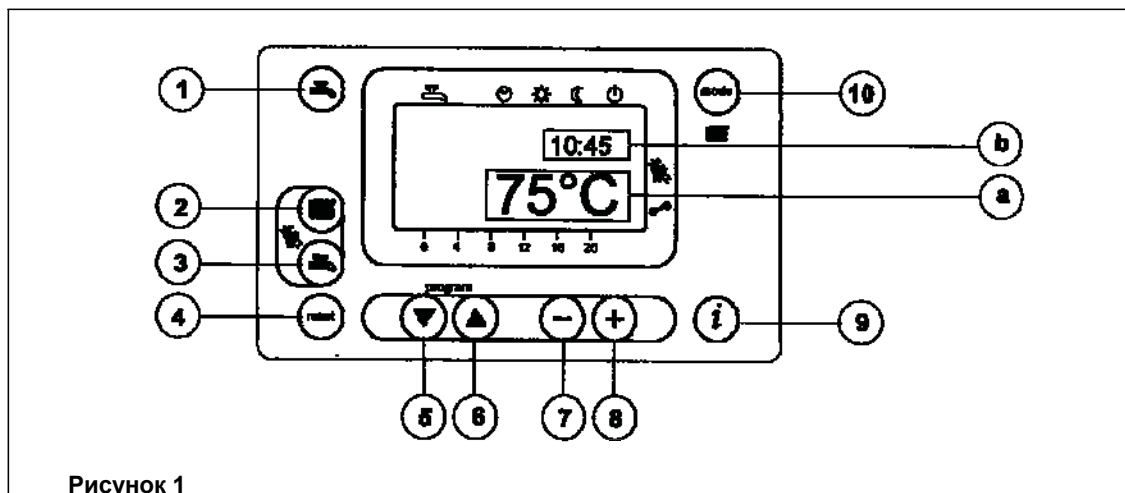

Рисунок 1
- Для установки значения температуры воды системы отопления нажмите кнопку  (поз. 2, Рис. 1);
- нажмите одну из кнопок   (поз. 1 или 10 Рис. 1) для запоминания значения и возврата в основное меню.
Прим. При подсоединенном датчике уличной температуры с помощью кнопки  (поз. 2, Рис. 1) можно осуществлять смещение по климатическим кривым. Для увеличения или уменьшения комнатной температуры в отапливаемом помещении действуйте кнопками  .
- Для установки максимального значения температуры воды системы ГВС нажмите кнопку  (поз. 3, Рис. 1);
- нажмите одну из кнопок   (поз. 1 или 10, Рис. 1) для запоминания значения и возврата в основное меню.